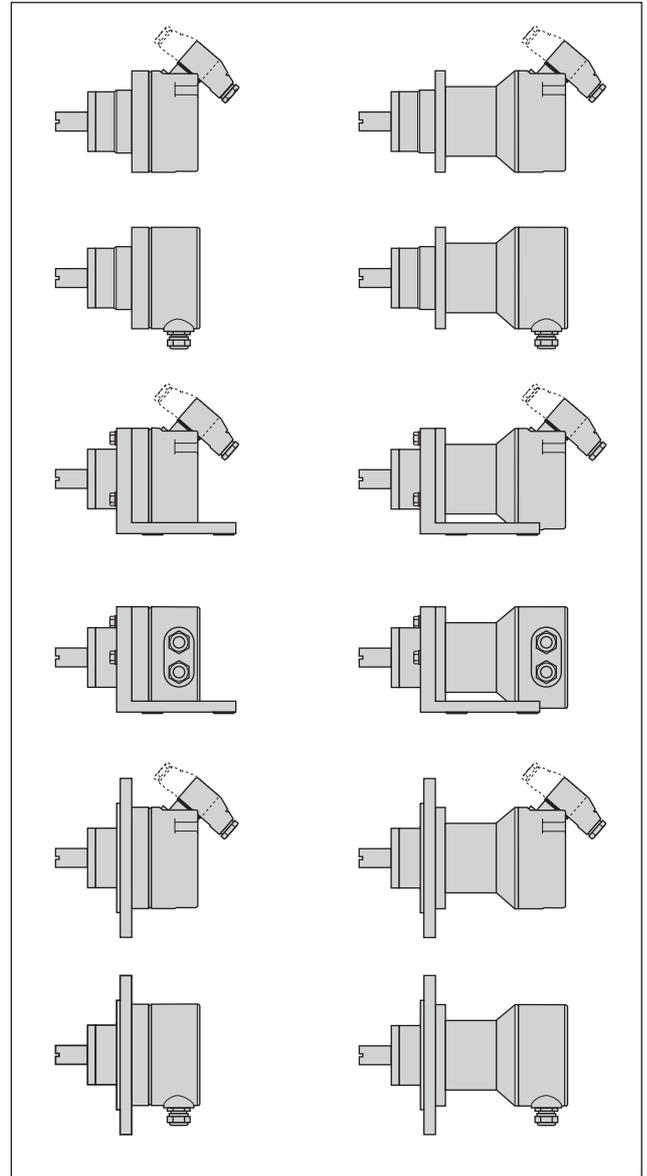

Fig. 1
**Convertisseur de mesure**, une des douze variantes (Fig. 1)